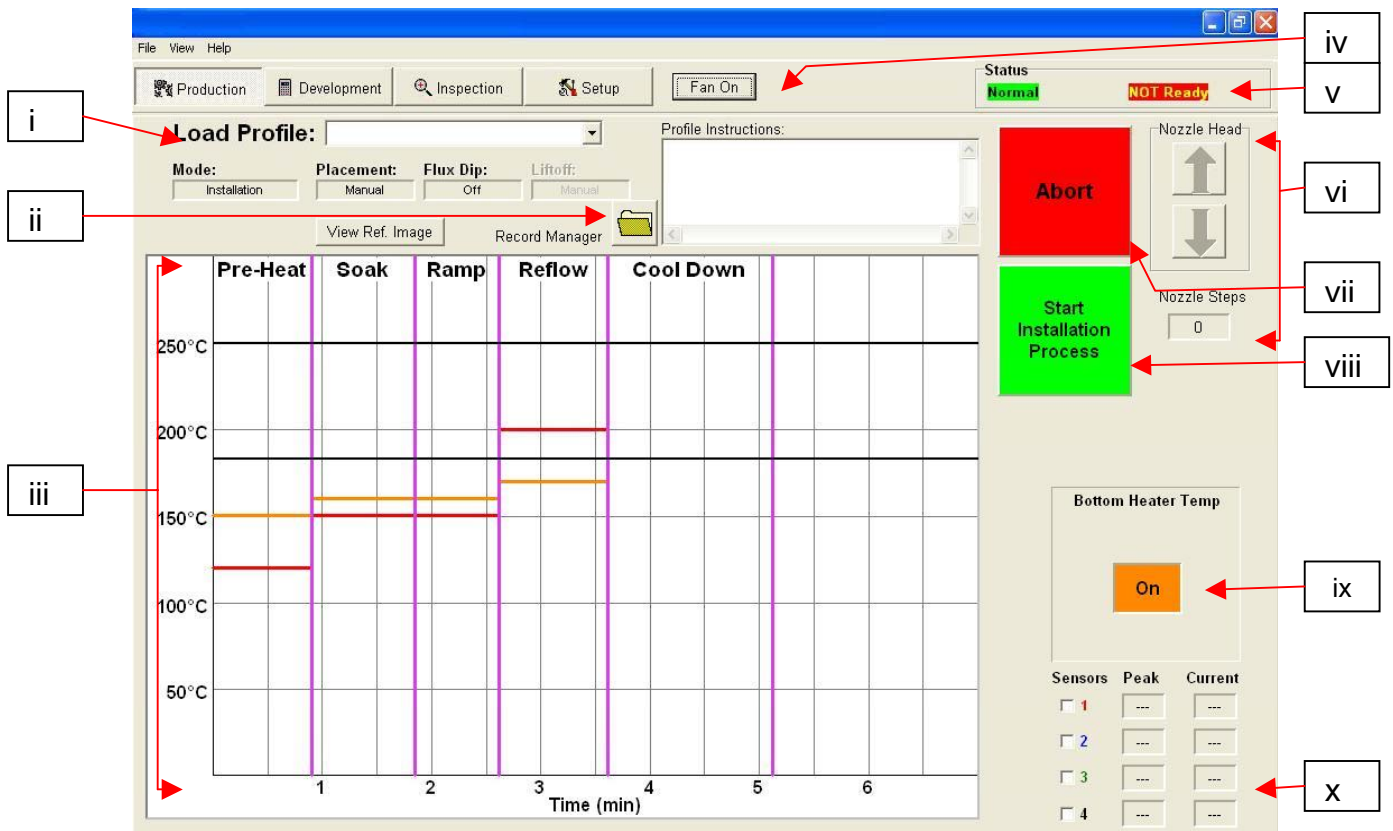

Figura 6a
g. Funciones de la pantalla de producción (Figura 6a)
- ii. Gestor de anotaciones. Permite almacenar la información del perfil y exportarla en formato de archivo PDF. Consulte la figura 6a